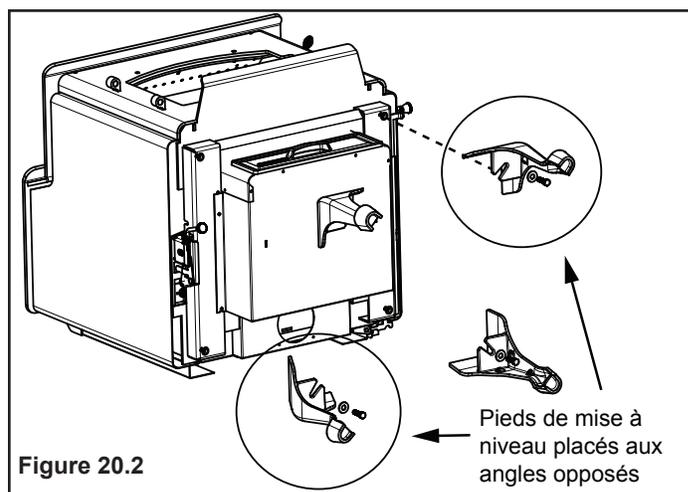

Figure 20.2
- Installez les pieds dans les supports de fixation en vous assurant que ceux-ci reposent contre le support, puis fixez-les avec les boulons et rondelles à l'aide d'une clé ouverte 3/8 (**Figure 20.2**).
- Installez les boulons de mise à niveau dans 2 pieds; ceux-ci devraient être placés dans des coins opposés (**Figure 20.2**).